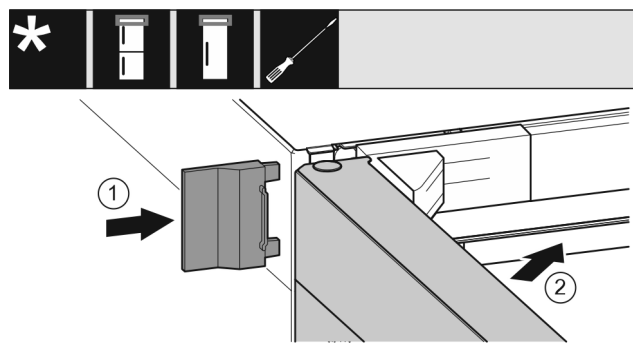

Fig. 28
- Applicare la copertura esterna Fig. 28 (1).
- Chiudere la porta superiore Fig. 28 (2).